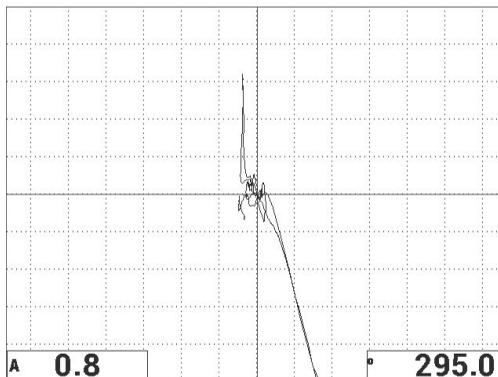

図 6-35 剥離部と修理済みエリアの 2 回目のスキャン
9. フリーズキー（❄）を押してデータ収集のフリーズを解除し、全画面 次へキー（➡）を押して全画面表示にします。次に、剥離部と修理済みエリアをもう一度ゆっくりとスキャンします（157 ページの図 6-35 参照）。